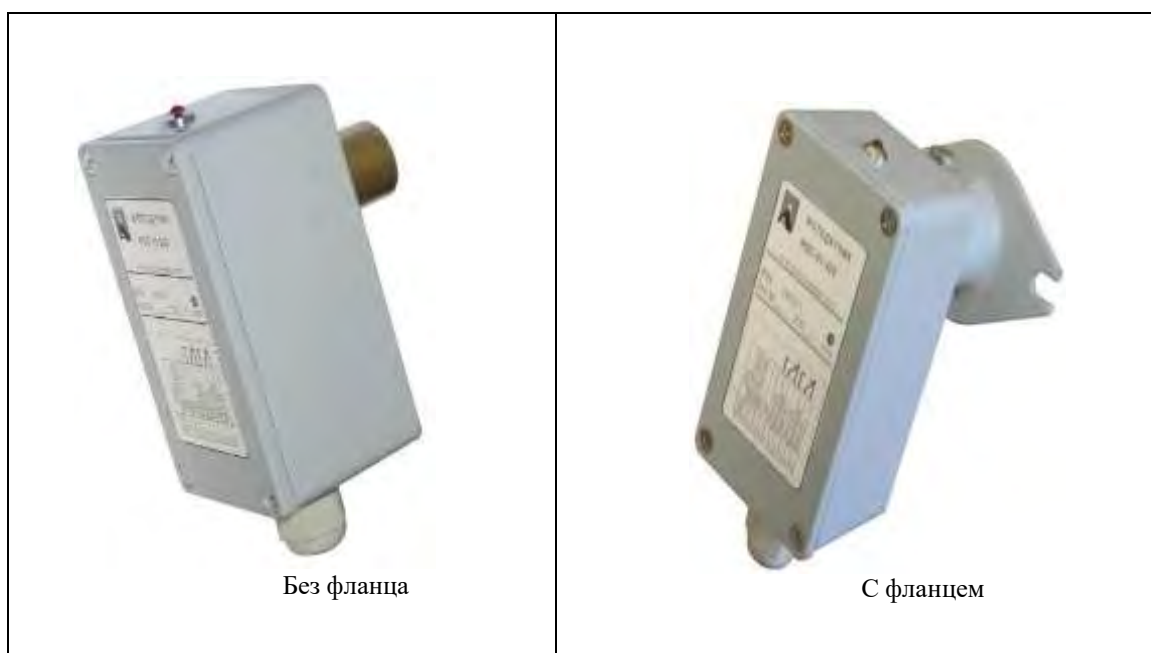

Рис.1. Общий вид фотодатчика
Габаритные размеры, мм	70 x 140 x 90 См. рис. 1
12.1 Фотодатчик выполнен в моноблочном исполнении в металлическом корпусе. Общий вид фотодатчика представлен на Рис.1.